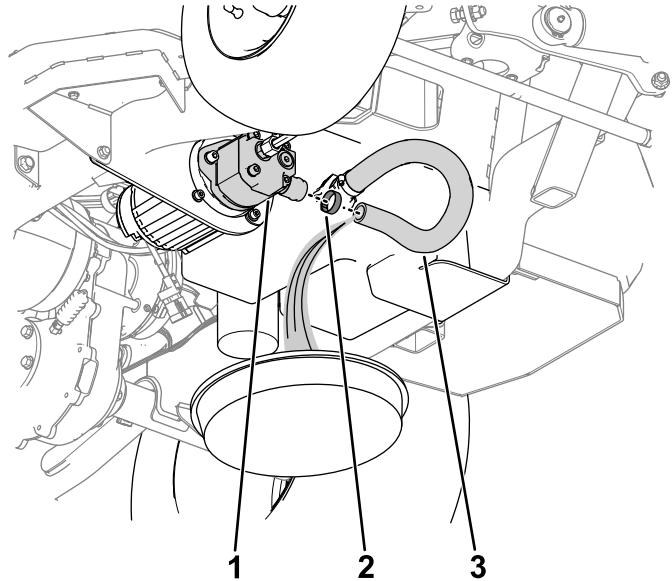

Figura 56
- A. Retire la manguera y la abrazadera de la bomba (**Figura 56**).
- B. Deje que se drene el fluido hidráulico de la manguera en el recipiente de vaciado (**Figura 56**).